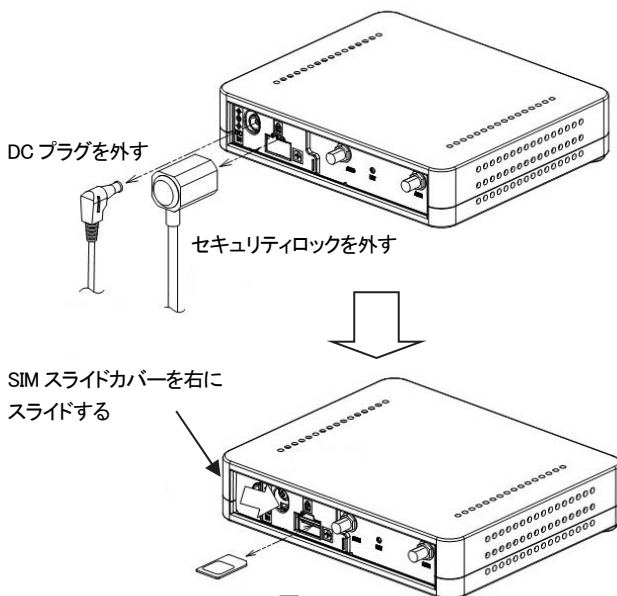

図3
- ・SIMカードを図3に示す向きに挿入し、指で押し奥へ押し込んでください。